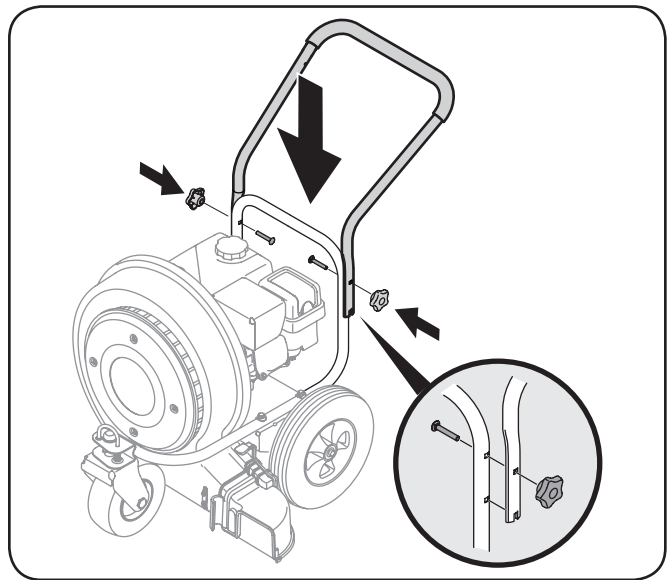

Figure 3-2
2. Placez la poignée supérieure sur la poignée inférieure en alignant les trous supérieurs et les encoches de métal de la poignée supérieure avec les trous supérieurs et inférieurs de la poignée inférieure. Voir Figure 3-2.
3. Insérez les boulons de carrosserie et les boutons étoile retirés à l'étape 1. Voir Figure 3-2.